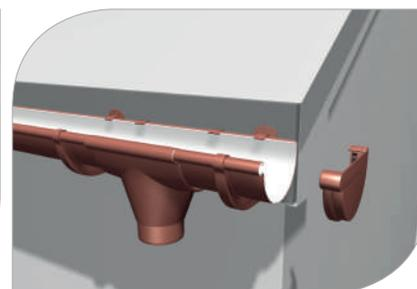

рис. 18
- 3.9 На концы желобов установить заглушки с прокладками (**рис. 18**)